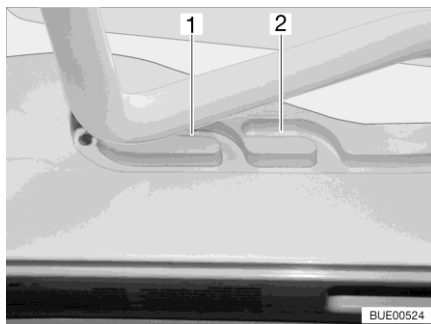

Bild 30 Spår (ventilationsläge)
**Ventilationsläge** Den uppfällbara takluckan kan ställas i två ventilationslägen: Läget för dåligt väder (Bild 30,1) och mittläget (Bild 30,2).
- Tryck bygeln lätt uppåt och skjut in den i det valda spåret (Bild 30,1 eller 2).